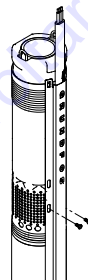

Fig. 10
3. Sujetar el protector del cable al filtro de aspiración de la bomba con los dos tornillos autorroscantes suministrados, ver fig. 10.